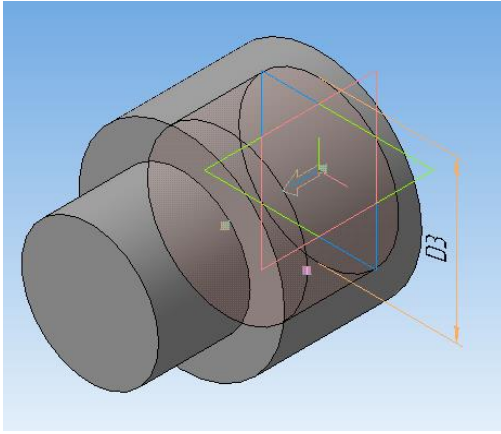

Рисунок 29.
9. Создайте окружность диаметра **D3** согласно вашему варианту с центром в начале координат (рисунок 29) .